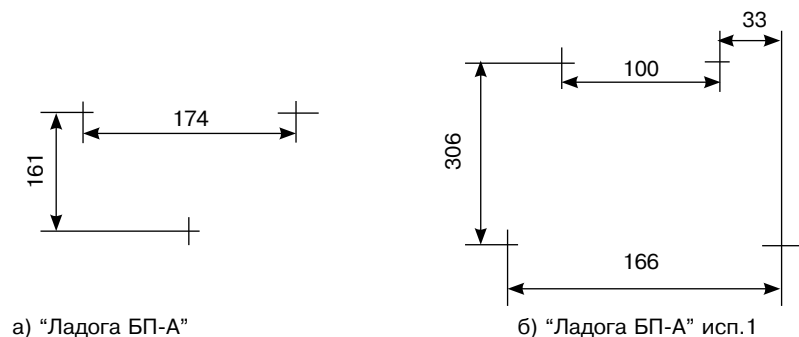

Рис. 9.2
- произвести разметку в соответствии с рис. 9.2;